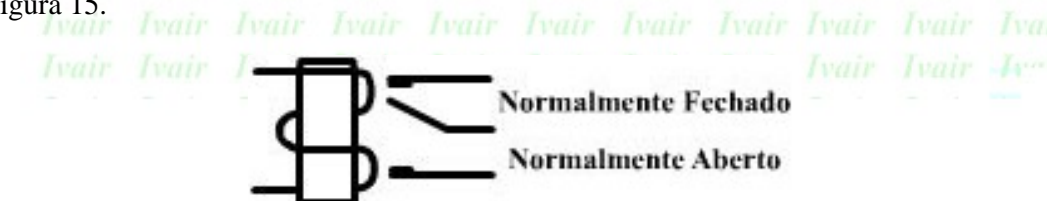

Figura 15 – Contatos C, NA e NF de um relê
Os relês são compostos por uma bobina que é acionada por uma pequena corrente. Quando magnetizada atrai um núcleo de ferro movimentando um mecanismo interno que liga ou desliga os contatos de saída. Estes contatos normalmente estão em série com o dispositivo controlado. A maioria dos relês conta com três terminais de saída sendo eles: comum (C), normalmente aberto (NA) e normalmente fechado (NF). Quando a bobina do relê não está energizada o terminal C fica conectado ao NF e quando a bobina está energizada o terminal C se conecta ao NA, conforme é exibido na figura 15.